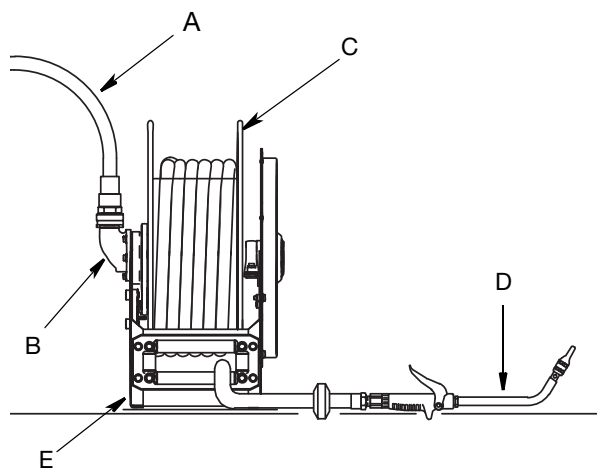
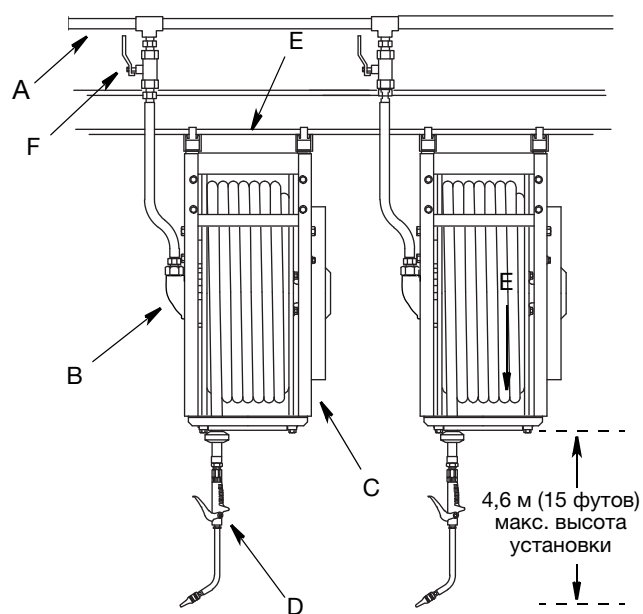

Рис. 3
Рис. 4
- XD40 - 15 футов (4,6 м), (см.Рис. 4, стр. 11)
Схемы установки, изображенные на Рис. 3 и Рис. 4 представлены в качестве справочной информации. За помощью по проектированию системы, отвечающей вашим потребностям, обращайтесь к дистрибьютору компании Graco.